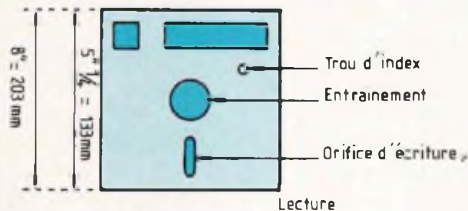

Fig. 3 : Aspect d'une disquette
**U**ne disquette se présente sous la forme d'un disque de plastique souple (mylar) sur lequel a été déposée une substance magnétique (fig. 2). La taille de ce disque est fonction du standard adopté, actuellement deux diamètres se trouvent couramment : les disquettes 8" et 5" 1/4. Depuis peu, un nouveau groupe de disquettes a fait son apparition, les disquettes 3". Très fragile, une disquette est contenue dans une pochette cartonnée rectangulaire dans laquelle elle peut tourner librement. La figure 3 présente les différents éléments qui constituent un disque souple. La tête magnétique d'écriture et de lecture communique avec le support magnétique grâce à une ouverture pratiquée dans l'enveloppe cartonnée. Le trou central permet le guidage mécanique et l'entraînement de la disquette. Enfin, un dernier orifice, placé sur un côté de la disquette et nommé index, permet à l'électronique de commande de se synchroniser et ainsi de repérer le début de chaque piste.